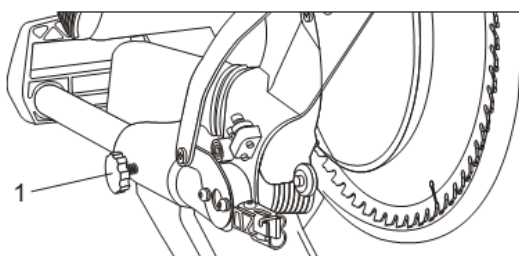

Fig. 16
1. Pour verrouiller le curseur, tournez le bouton de verrouillage du curseur (1) dans le sens des aiguilles d'une montre jusqu'à ce que la tête de coupe soit verrouillée dans la position la plus en arrière (Fig. 16).